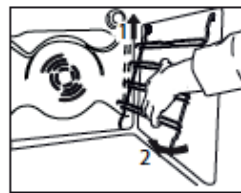

Fig. 1
Merk deg at stengene øverst er lengre enn de nederst og at krokene er bak i ovnen. Se fig. 1.
1. Fjern grillristens holdere på siden (Fig. 1)